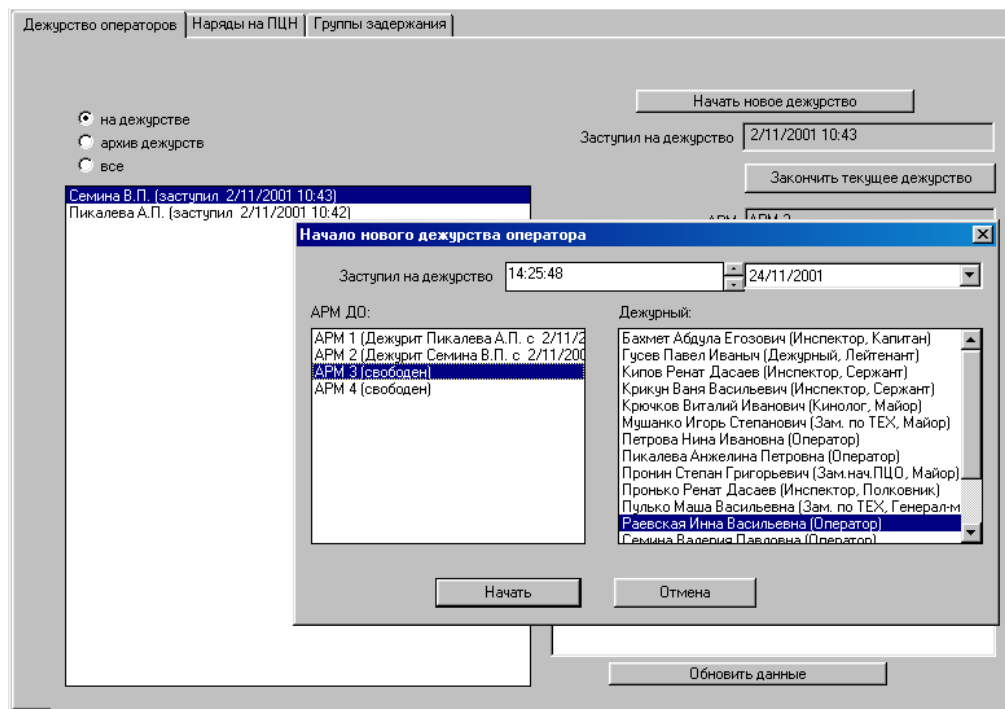

Рисунок 7
3.1.10 Войти в пункт меню «Дежурства и смены». Выбрать закладку «Дежурство операторов» и нажать кнопку «Начать новое дежурство». Выбрать из списка сотрудника ПЦН, заступающего на дежурство АРМ ДО, АРМ ОДС, АРМ ДПС, и соответствующий номер АРМ (рисунок 7).